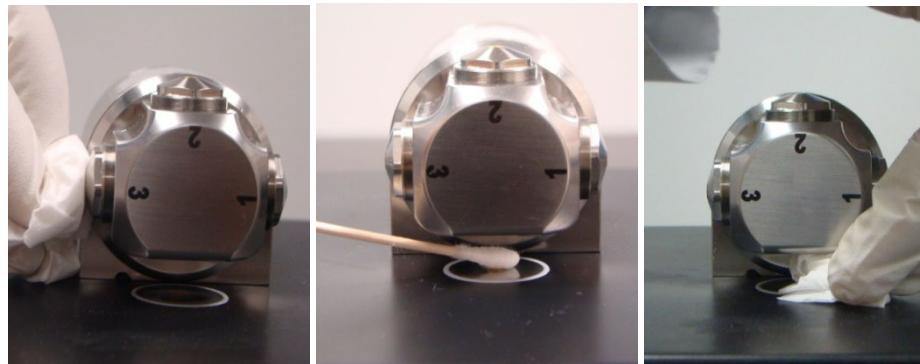

図 12：位置 3 ウィンドウとサンプル・サブスレートのクリーニング
- 3 サンプルによって下ウィンドウの表面領域全体が覆われるようになります (図12を参照)。